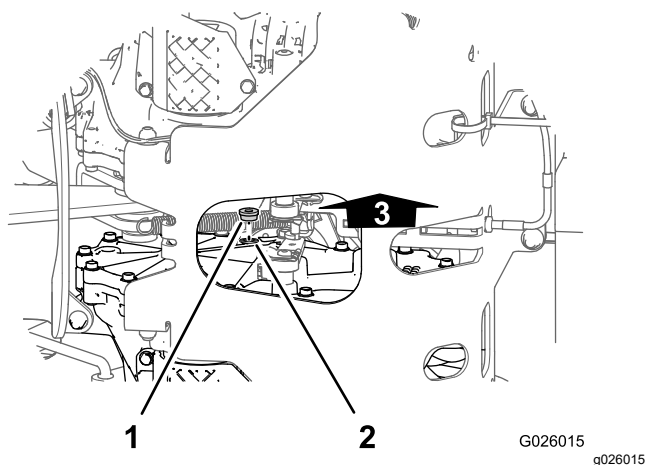
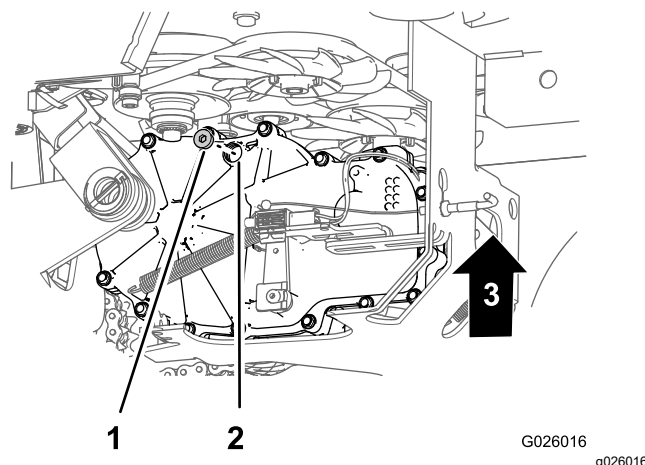

Figure 58
Figure 59
2. Placez un bac de vidange sous les bouchons de contrôle des transmissions (Figure 58 et Figure 59).
3. Sur le côté intérieur de la transmission, près du sommet, enlevez le bouchon de contrôle de l'une des transmissions (Figure 58 et Figure 59).